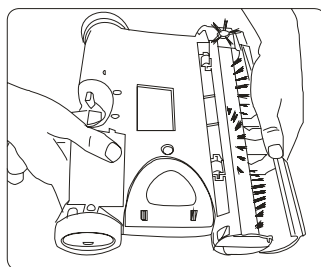

Fig. 10
3. Retirez le couvercle transparent de la brosse. (Fig. 10) (Consultez la page 5 pour les directives détaillées.)